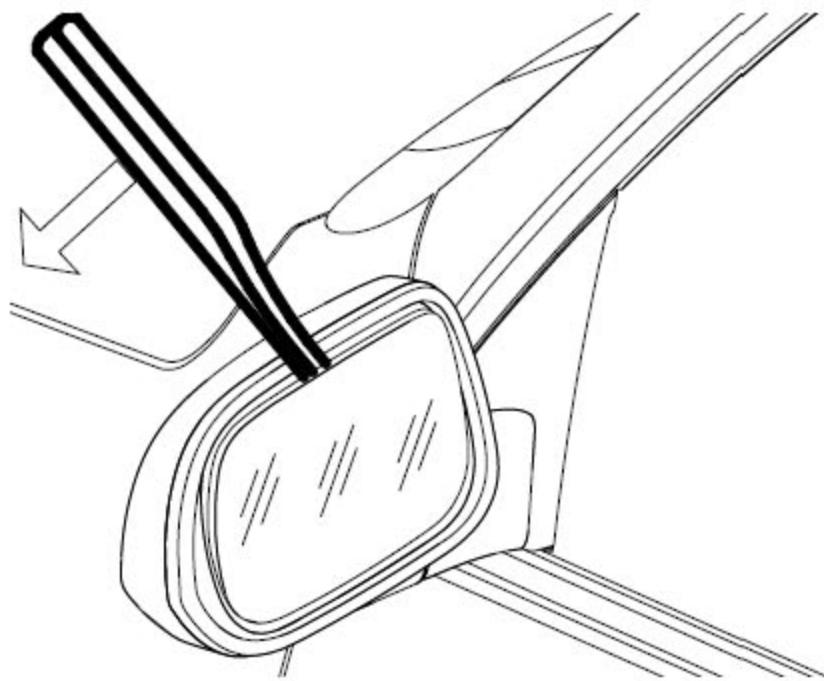

图 18-3-5
1).用遮蔽胶带保护外后视镜镜壳，如图 18-3-5，直接用工具撬开镜片：